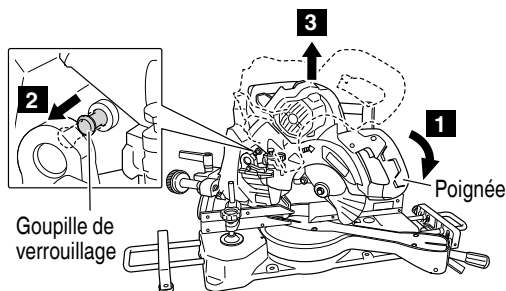

Fig. 7
4. Déblocage de la goupille de verrouillage. (Fig. 7)